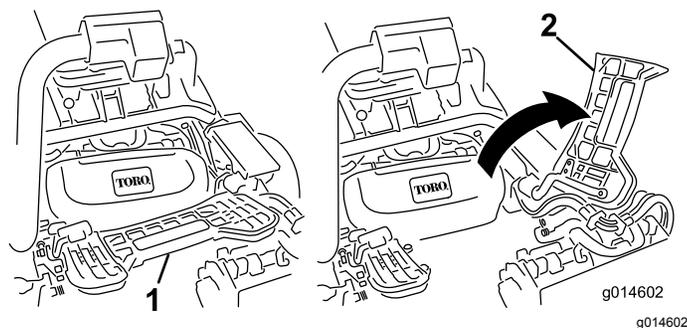

図 51
2. フットレストを跳ね上げて開き、中央カッピングユニット取り付け位置へのアクセスを確保する図 51。